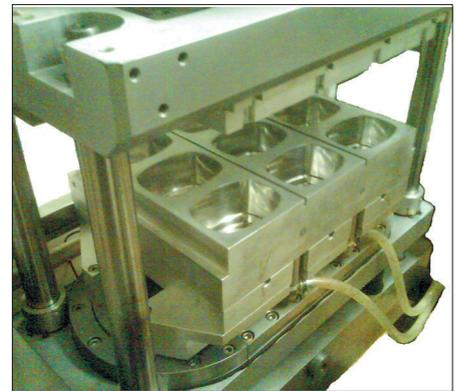

Рис. 3. Вариант пресс-формы для линии модели АЛБ 360
- заказчик на этапе согласования технического задания на фасовочно-упаковочный автомат или в процессе его эксплуатации может заказать любую пресс-форму (рис. 3) на необходимый объем дозы продукта с наиболее предпочтительным или оригинальным для реализации упакованной продукции дизайном;